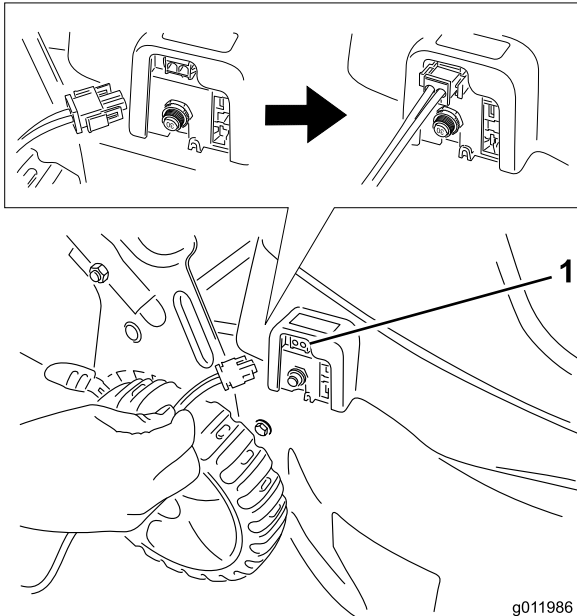

Figure 4
2. Branchez le câble du chargeur dans la prise de charge (Figure 4) et branchez l'autre extrémité à une prise standard de 120 V.